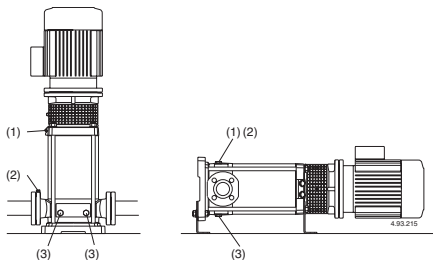

Fig. 4d (1) Llenado y purga
(2) Purga aspiración
(3) vaciado
Con el **nivel de agua en aspiración por encima de la bomba**, (funcionamiento bajo carga, **fig. 3B**), llenar la bomba abriendo lentamente y completamente la compuerta del tubo de llegada teniendo la compuerta de la impulsión abierta y también los agujeros de purga (1), (2) (**fig. 4d**) para hacer salir el aire.
Cerrar los agujeros de purga (1), (2) (**fig. 4d**), para MXV-B, MXV(L) 25-32-40-50 und MXV(L) 4 25-32-40-50 Atornillar los tornillos tipo pasador (17.17) del tapón de vaciado (14.12) (**fig. 4b**), y cerre el orificio de purga (14.04).